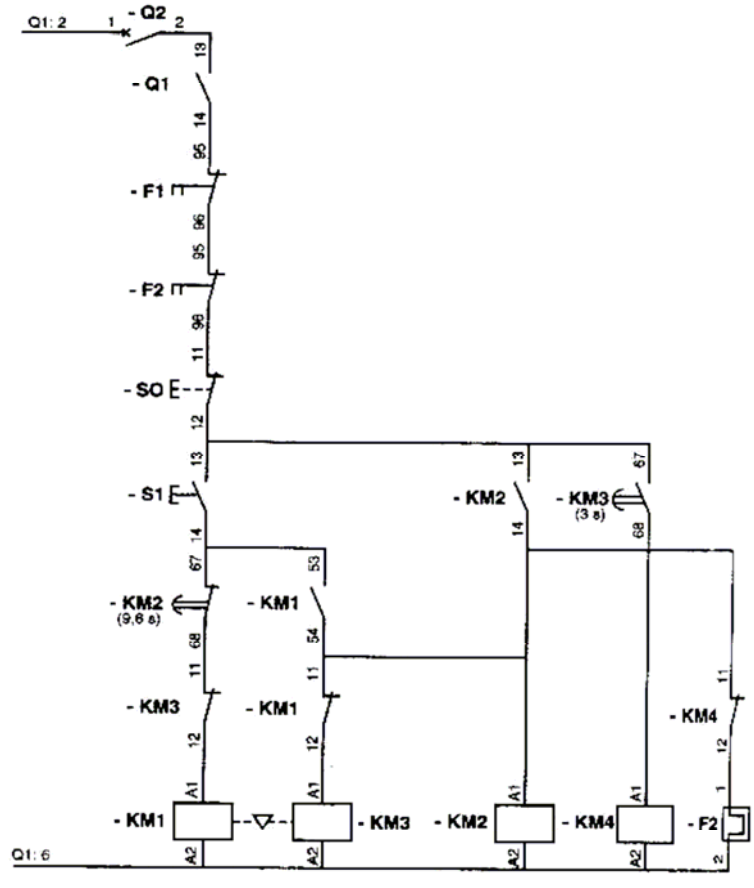

Figure 1
a) Dans le schéma de la figure 1, identifier les symboles suivants :